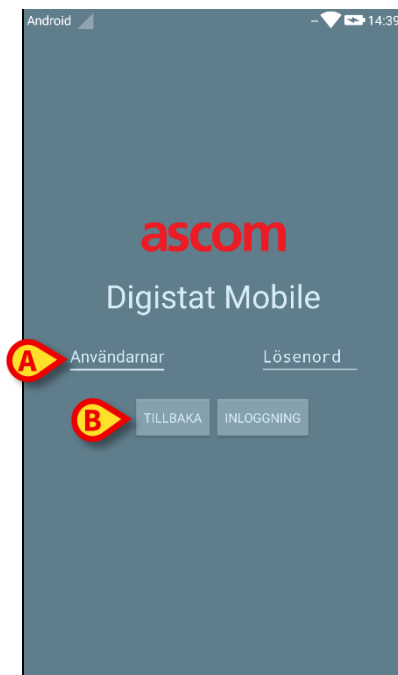

Fig. 19
Följande skärmbild visas (Fig. 19).
- Mata in användarnamn och lösenord (Fig. 19 **A**).
- Tryck på knappen **Inloggning** (Fig. 19 **B**).